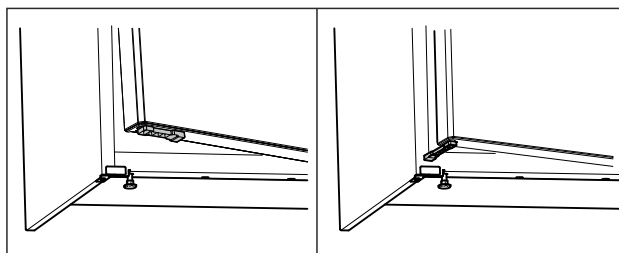

Fig. 59 *
- ▶ Okrenite graničnik otvaranja vrata za 90°. (pogledajte Fig. 59) *